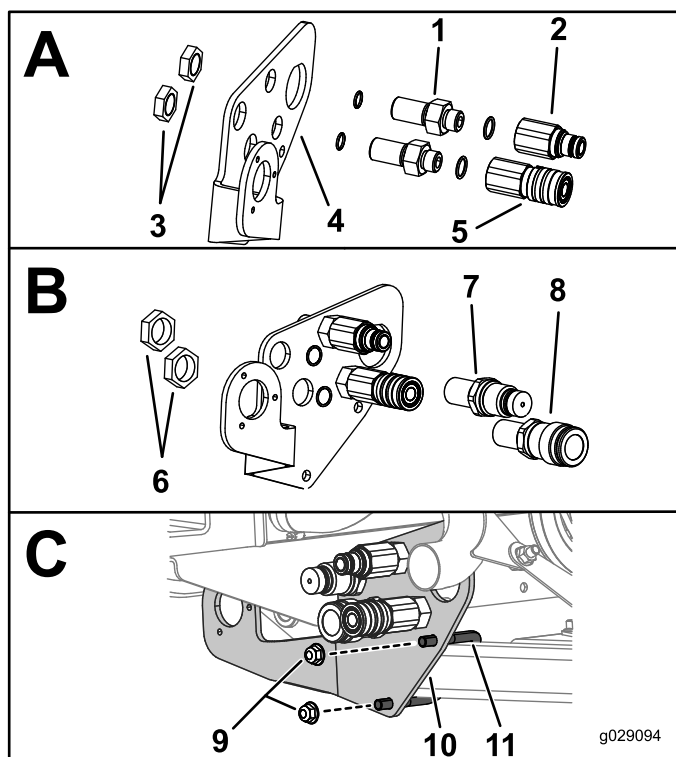

図 17
1. 図 17 に示すように、バルクヘッドプレートに各フィッティングを取り付ける。
2. バルクヘッドプレートをフレームに仮止めするUボルト本とフランジナット3/8 インチ2個を使用し、図 17のCに示すように取り付ける。